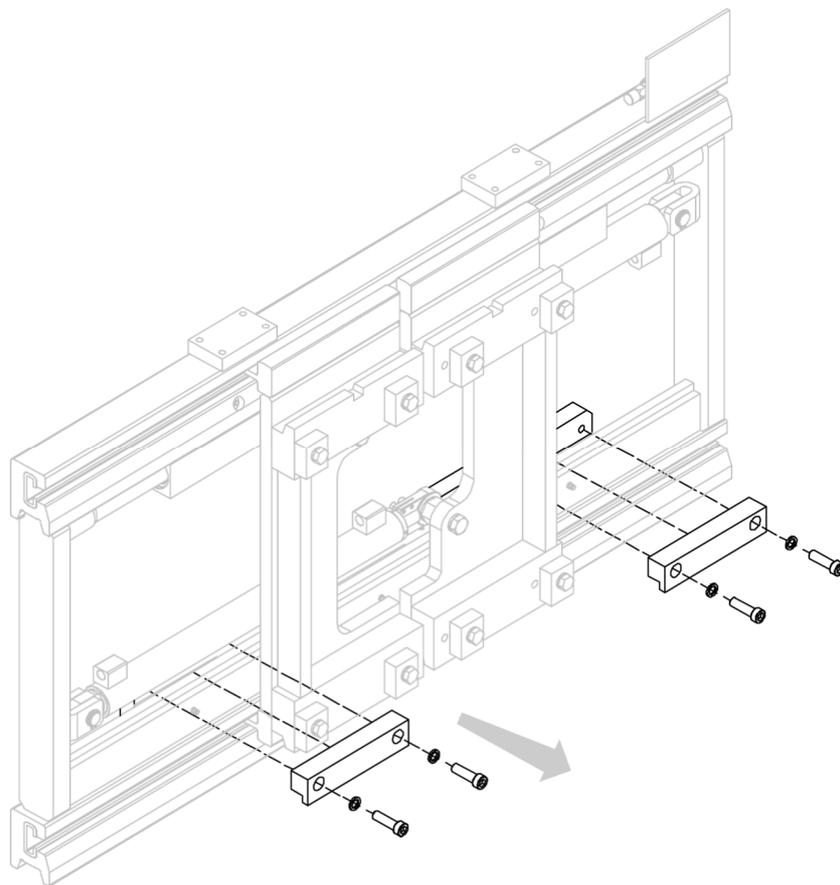

Abbildung 4
4. Entfernen Sie die unteren Haken, die die vordere Struktur mit der hinteren verbinden (siehe *Abbildung 4*).